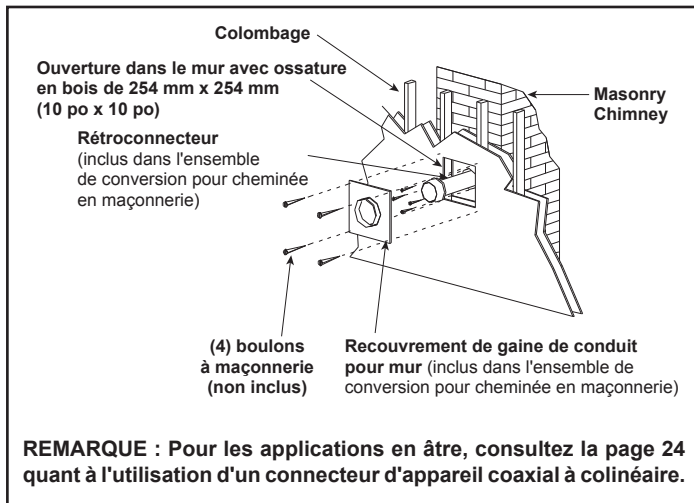
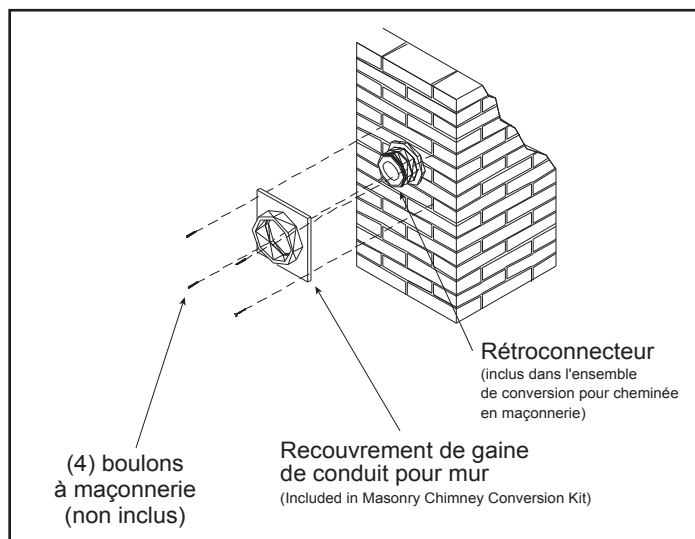

Figure 4.18
Figure 4.23
2. Une fois la position du centre déterminée, créez un orifice de diamètre 152 mm (6 po) dans la maçonnerie. Si le trou est trop grand, le rétroconnecteur pourrait être installé incorrectement; si le trou est trop petit, l'appareil pourrait manquer d'air entrant. Si le mur en maçonnerie est recouvert d'un mur de bois, pratiquez-y une ouverture carrée de 254 mm (10 po) de côté (centrée sur l'orifice de 152 mm (6 po) dans le mur en maçonnerie). Si ce mur est seulement de panneaux de plâtre (sans charpente de bois), vous devrez quand même y pratiquer une ouverture de 254 mm (10 po), mais aucune charpente de bois ne doit y être installée. Si l'orifice est encadré de bois, une gaine de conduit pour mur est nécessaire. Cela permet d'installer le rétroconnecteur directement sur le mur de maçonnerie et d'obtenir les dégagements adéquats par rapport aux matériaux inflammables. Voir la Figure 4.18.
10. Glissez la gaine de conduit sur le rétroconnecteur et fixez-la en place avec des boulons de maçonnerie. Voir la Figure 4.23. Si un mur en bois doté d'une bâti recouvre la maçonnerie, utilisez des vis à bois pour fixer le couvercle de la gaine de conduit au mur, par-dessus le rétroconnecteur et dans l'ouverture carrée de 254 mm (10 po). Consultez la figure 4.18. Si nécessaire, ajoutez une section directe de conduit d'évacuation au rétroconnecteur pour le prolonger et passer par l'ouverture du couvercle de la gaine de conduit.